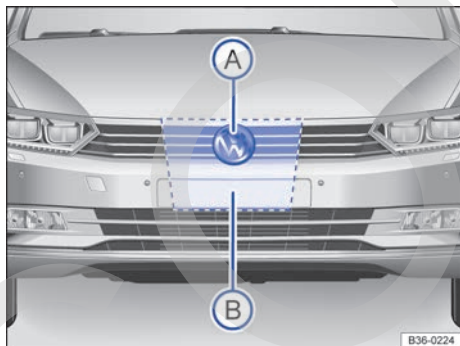

Fig. 233 En la parrilla del radiador, detrás del emblema de Volkswagen: sensor de radar (A) y zona que hay que dejar libre alrededor del sensor de radar (B).
En la parrilla del radiador, detrás del emblema de Volkswagen, va montado un sensor de radar → fig. 233 (A) para captar la situación del tráfico.